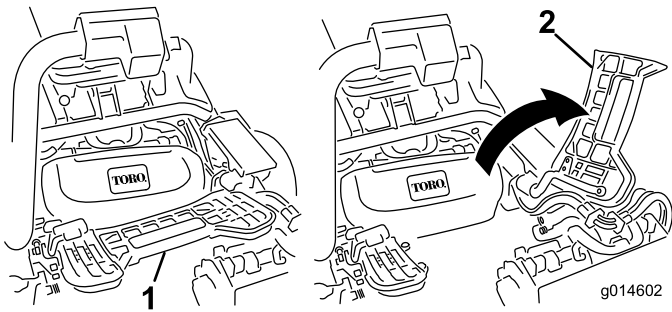

Bild 35
2. Heben Sie die Fußplattform an und schwenken Sie sie in die geöffnete Stellung, um die Stellung des mittleren Mähwerks zugänglich zu machen (Bild 35).